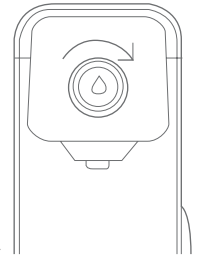

Figura 35.
2. Remueve el agua remanente en el interior del Purificador. Para ello, gira el botón frontal en sentido de las manecillas del reloj y, cuando deje de salir agua, ciérralo en sentido contrario a las manecillas del reloj. (ver Figura 35).